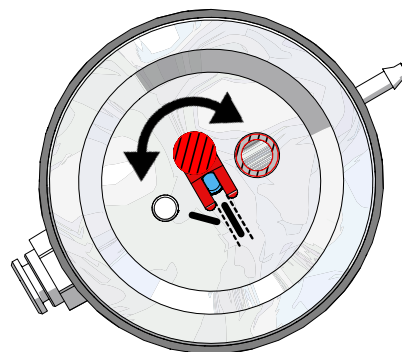

Rys. 12
- ⇒ Uchwycić specjalnym narzędziem dyszę dozującą i wyciągnąć ją do góry (Rys. 12).